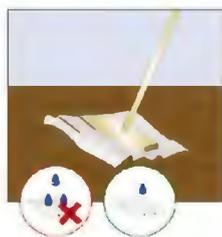

Рисунок 20
21. Уборка SPC ламината осуществляется влажной тряпкой при комнатной температуре и естественной влажности. (см. рис. 20) Можно применять дополнительные моющие составы, рекомендованные производителем для данного вида ламината.